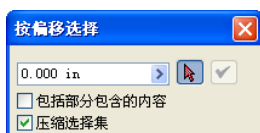

图 1-45 “按偏移选择”对话框
(3) 选择【选择零部件偏移】选项后，会打开如图 1-45 所示的“按偏移选择”对话框，包含在选定零部件偏移距离范围内的零部件将会亮显出来。可在【按偏移选择】框中设置偏移距离，也可单击并拖动某个面，以调整其大小。如果需要，可单击箭头以使用【测量】工具。选中【包括部分包含的内容】复选框，还将亮显部分包含的零部件。